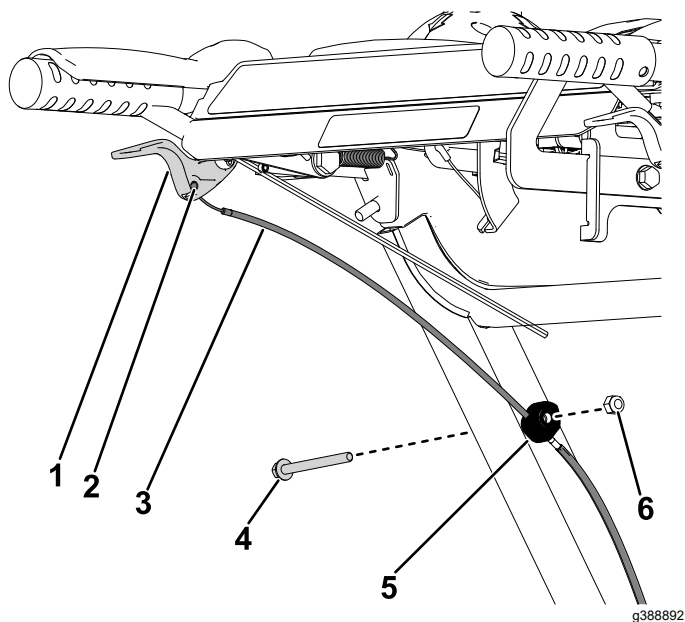

Рисунок 25
7. С левой стороны машины прицепите трос муфты к рычагу муфты (Рисунок 25). Повторите эти действия на правой стороне.
8. С левой стороны машины установите хомут троса на нижнюю трубку рукоятки, закрепите болтом ($\frac{1}{4} \times 2\frac{3}{4}$ дюйма) и гайкой ($\frac{1}{4}$ дюйма) (Рисунок 25). Повторите эти действия на правой стороне.